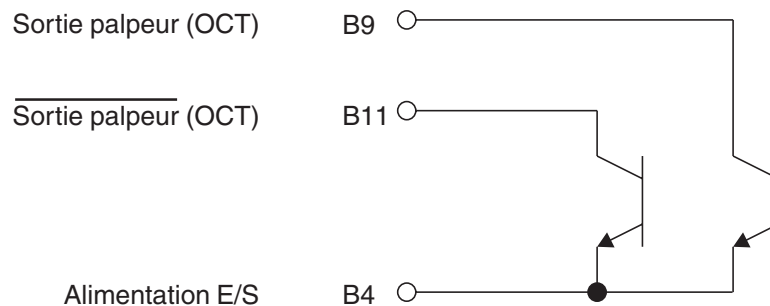

Figure 14
- Sortie palpeur inverse (OCT) - voir figure 14.